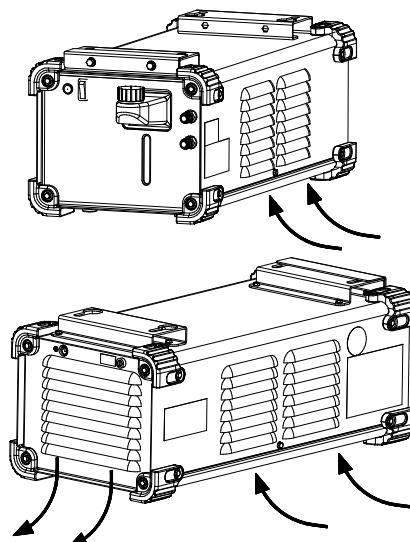

Figura 3.
- Prese di ventilazione:** consentono la circolazione dell'aria di raffreddamento (Figura 3).